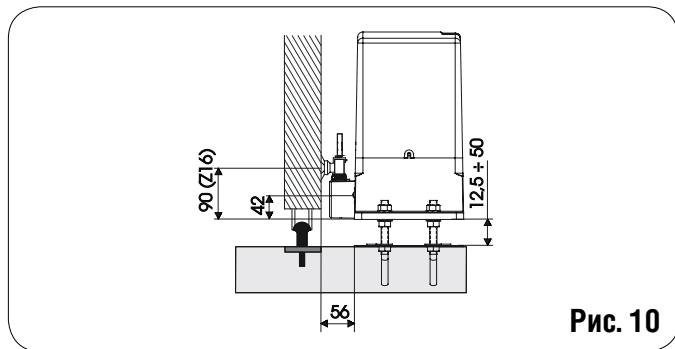

Рис. 10
3. Отрегулировать высоту двигателя и расстояние до ворот по рис. 10.